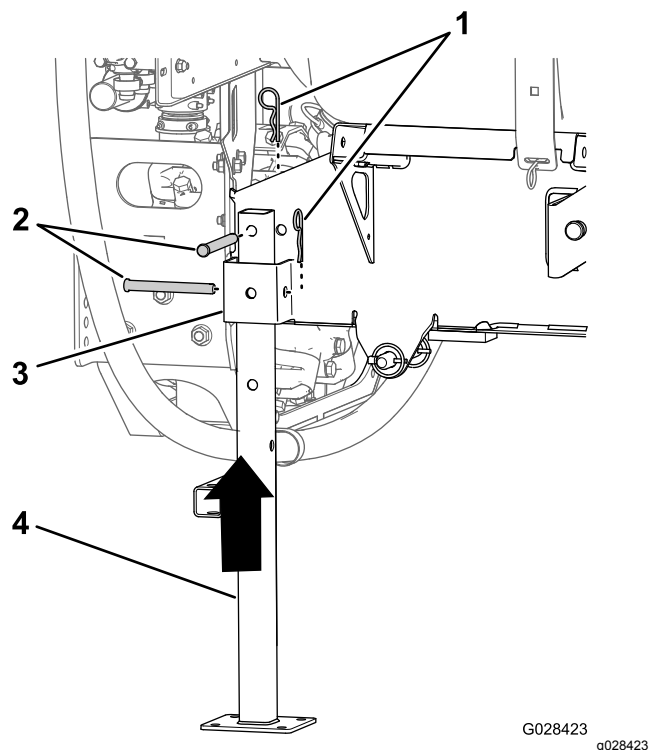

Рисунок 134
- Совместите заднюю подъемную опору с гнездом для задней опоры (Рисунок 134).
- Совместите отверстие в верхней части подъемной опоры с отверстием в каркасе рамы бака (Рисунок 134)
- Прикрепите подъемную опору к гнезду и раме при помощи 2 шплинтуемых штифтов (1/2 x 4 1/2 дюйма) и 2 шплинтов (5/32 x 2 5/8 дюйма), как показано на Рисунок 134.